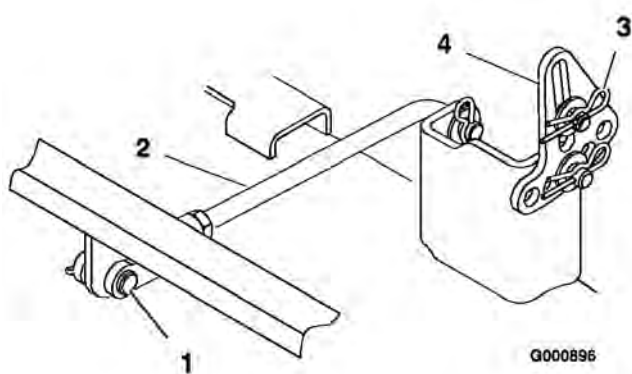

Figure 47
6. Retirez la goupille fendue et l'axe de chape de la tige du tourillon arrière (Figure 47) de chaque côté du plateau de coupe.
7. Retirez la goupille fendue et la rondelle des pattes de mise à niveau (Figure 47) de chaque côté du plateau de coupe. Notez le trou de montage de la patte de mise à niveau en prévision de la repose. Dégagez les pattes de l'axe de montage
- Fixez le tourillon arrière à la machine à l'aide de l'axe de chape et de la goupille fendue (Figure 47) de chaque côté du plateau de coupe.
- Glissez les pattes de mise à niveau sur les axes de montage et fixez-les à l'aide des rondelles et des goupilles fendues (Figure 47).